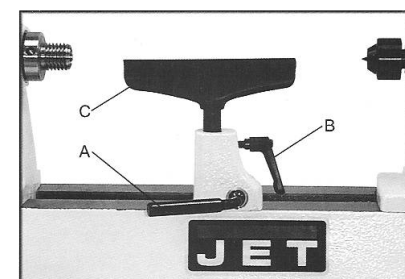

Fig 8
Stellen Sie die Handstahlauflage (C, Fig 8) so nahe an das Werkstück als möglich und fixieren Sie mit dem Hebel (A).
Stellen Sie die Höhe ca. 3mm über die Spitzenhöhe und klemmen Sie mit dem Indexiergriff (B, Fig 8).